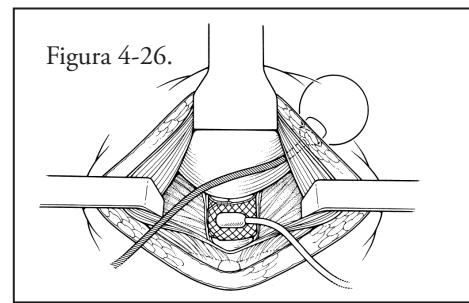

Figura 4-26.
7. Realice una disección roma para crear un espacio para el balón en el espacio prevesical. Coloque el balón en el espacio prevesical. (**Figura 4-26**)